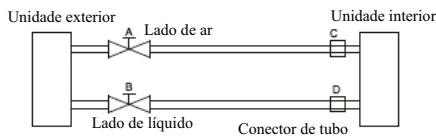

Fig. 20
■ Se o tubo de conexão não é mais do que 5 metros, use o refrigerante na unidade para exaustar o ar (50-100 g refrigerante é cobrado para o esvaziamento do tubo antes que a unidade exterior é entregue, consulte a Fig. 20).
- ① Aperte as porcas em A, B, C, D conjuntas completamente.
- ② Ligue a porca da válvula B com a chave sextavada e ligue o núcleo da válvula 45 ° no sentido anti-horário por 10 segundos com a chave sextavada interior, em seguida, aperte a união A.
- ③ Tem o teste de vazamento em A, B, C, D conjuntas e pressione o núcleo de Válvula A a exaustar o ar por 20 segundos e, em seguida, aperte a válvula de serviço.
- ④ Abra e verifique as válvula B e A completamente com a chave sextavada interior, em seguida, aperte as porcas deles